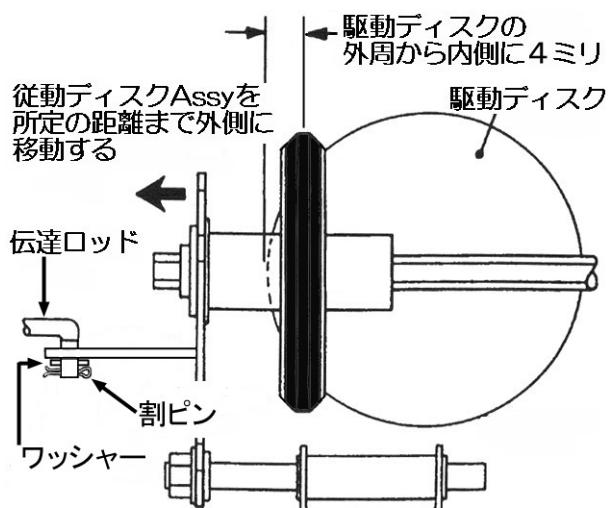
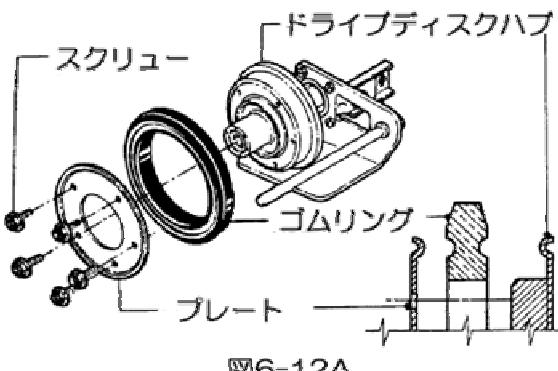

図 6-9
図 6-12A
4. 従動ディスクを駆動ディスクの端から3~4ミリの位置にセットします。(図6-9)
8. 変速レバーをいったん低速に入れてから高速に戻します。従動ディスクと駆動ディスクの端の距離(3~4ミリ)が狂っていないか確認します。(図6-9)
④ 従動ディスクラバーの交換
3. 駆動ディスクとゴムのリングを固定する5本のスクリュとプレートを取り外します。（図6-12A）
⑤ 従動ディスクのベアリングの交換
1. 伝達ロッドからピンとワッシャを取り外し、ドライブディスクAssyの穴から伝達ロッドを取り外します。（図6-9）